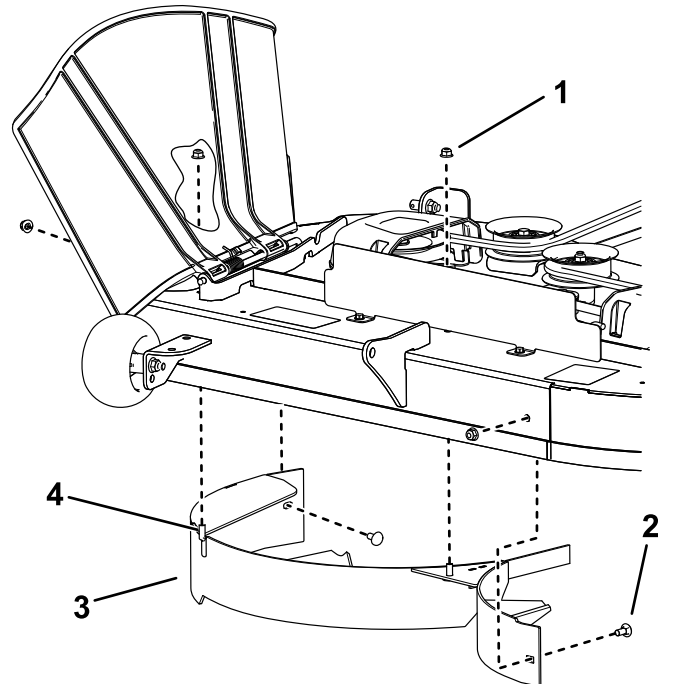

Figura 12
4. Îndepărtați cele 2 contrapiulițe (5/16") de pe suporturile sudate ale deflectorului (Figura 12).
1. Contrapiuliță - 5/16" (4)
2. urub de fixare - 5/16" x 3/4" (2)
4. Suport sudat (2)
5. Îndepărtați cele 2 uruburi de fixare și cele 2 contrapiulițe care fixează deflectorul pe punte și îndepărtați deflectorul (Figura 12).
6. Localizați cele 2 boluri printre accesorii și folosiți contrapiulițele existente pentru a monta aceste elemente de fixare în utilizate pentru suporturile sudate (Figura 12), pentru a împiedica proiectarea reziduurilor.